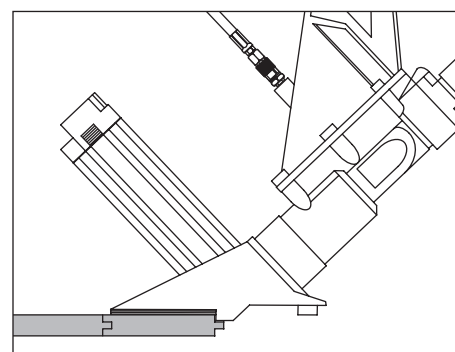

Figura 22 - Apoye la placa de zapata sobre la tabla del piso
3. Coloque la herramienta contra el listón como se indica en la Figura 22, con la placa de la zapata sobre el listón ya ajustado. Asegúrese de que la boquilla de salida del sujetador esté colocada firmemente contra la lengüeta del listón.